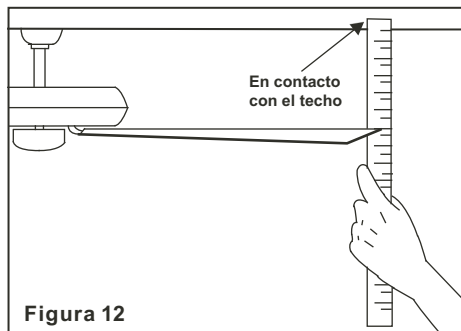

Figura 12
2. La mayoría de los problemas de oscilación se originan cuando los niveles de las aspas son desiguales. Revisar esté nivel por medio de seleccionar un punto del techo por encima de la punta de una de las aspas. Medir esta distancia como se muestra en la Figura 12. Rotar el ventilador hasta que la siguiente aspa esté ubicada para medición. El procedimiento para cada aspa. Las mediciones repetidas para cada aspa deben mantenerse dentro de 1/8 pulgadas (3mm).